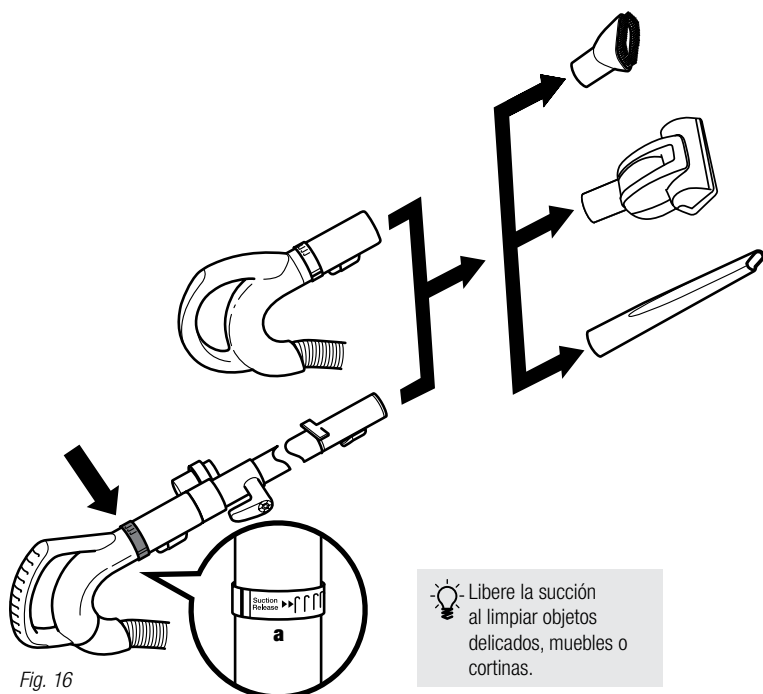

Fig. 16
- 2 Coloque el accesorio deseado en el extremo del tubo de extensión o del mango. (Fig. 16)
- 3 Su aspiradora tiene un poder de succión tremendo. Ajuste la intensidad de la succión con el control de liberación del mango. Abra la válvula (a) rotando el collar 90° en sentido contra horario para una succión baja cuando limpie cortinas o superficies delicadas. Cierre la válvula (a) rotando el control 90° en sentido horario para una succión alta cuando use el cepillo giratorio de mano. (Fig. 16-a)